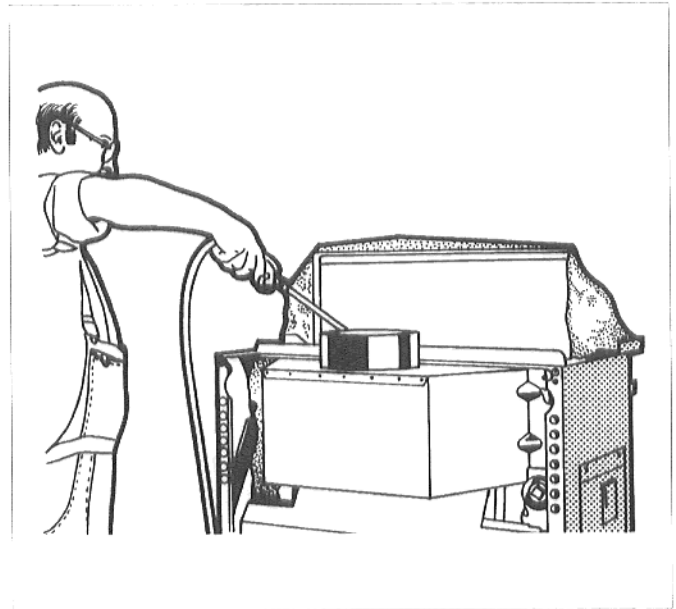

Abb. 43: Sprühreinigung
- Heizgaszüge von oben gleichmäßig mit dem Reinigungsmittel einsprühen (Abb. 43).